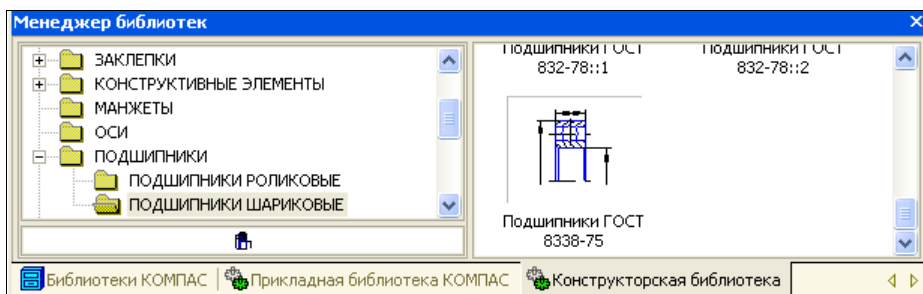

Рис. 26.43. Конструкторская библиотека с раскрытой папкой **ПОДШИПНИКИ**
- ◆ ЛК мыши по знаку "плюс" перед папкой **ПОДШИПНИКИ** и папке **ПОДШИПНИКИ ШАРИКОВЫЕ**. В правой части раскрылись изображения подшипников (рис. 26.43);